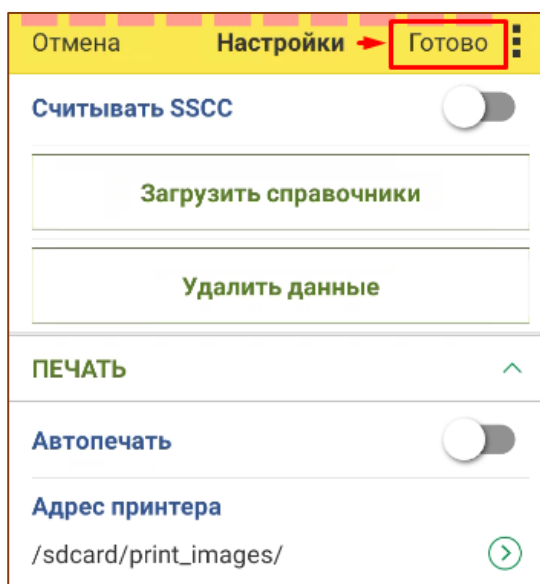

Рис. 5.22 - Сохранение настроек
4. Выйти в главное меню. Проверить, что все функции доступны. После заполнения всех полей нажать «Готово» (Рис. 5.22).